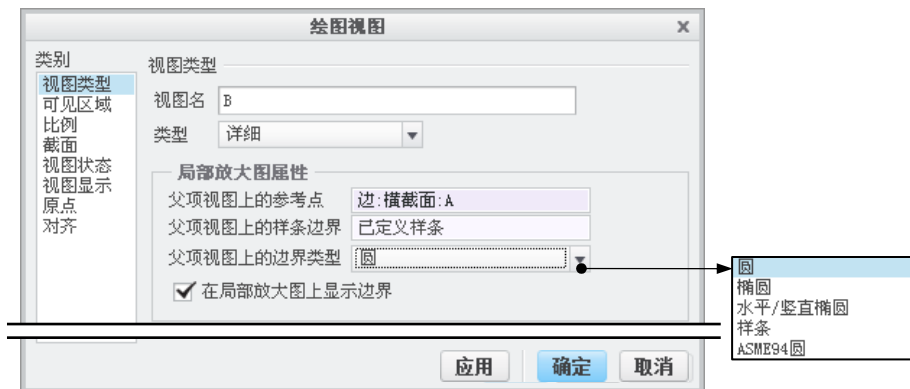

图 3.8.41 “绘图视图”对话框 (一)
(1) 在创建的局部放大视图上双击, 系统弹出图 3.8.41 所示的“绘图视图”对话框 (一)。